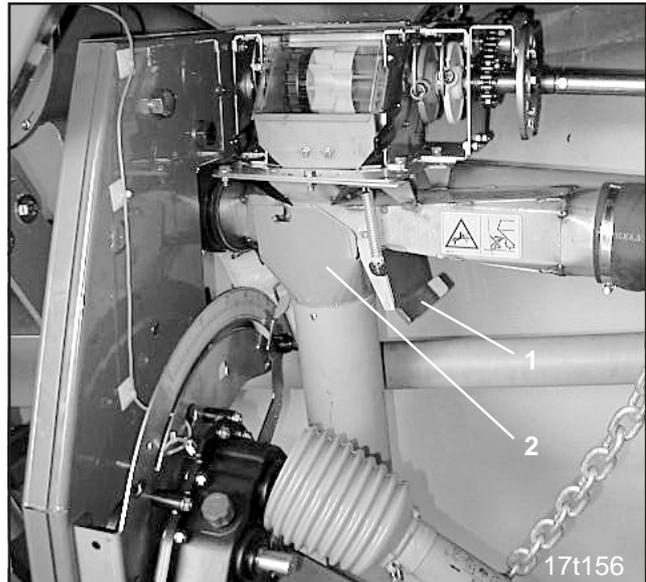

Fig. 16.2
Öffnen Sie an jeder Dosiereinheit die Injektorschleusenklappe (Fig. 16.2/1) und befestigen Sie unter jeder Dosiereinheit einen Auffangbehälter (Fig. 16.2/2).
- Injektorschleusenklappe (Fig. 16.2/1) schließen.